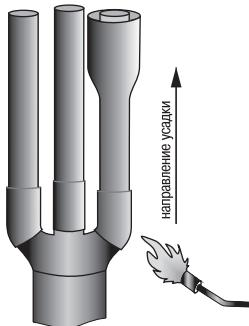

Рисунок 11
4.26 На жилы кабеля надеть вторые термоусаживаемые трубы (красного цвета), наложив концы трубок, на внутренней поверхности которых нанесён клей, на пальцы перчатки до упора в основание, и усадить, начиная с основания пальцев. После усадки по торцам трубок у перчатки должен быть виден выступивший клей-расплав (рисунок 11).